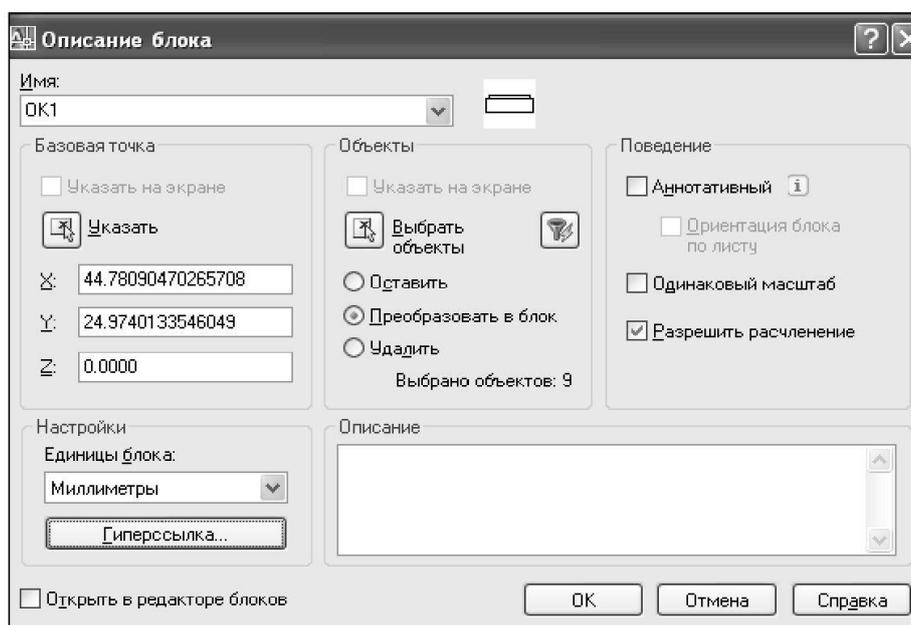

Рисунок 2.17 Диалоговое окно «Описание блока»
3. В диалоговом окне «Описание блока» (рис. 2.17) - ввести имя блока.